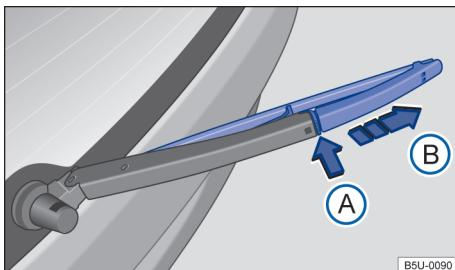

Fig. 106 Substituir a palheta do limpador do vidro traseiro.
- Manter a tecla de destravamento → Fig. 106 ⑤ pressionada e, ao mesmo tempo, retirar a palheta dos limpadores do para-brisa no sentido da seta.
- Retirar a palheta do limpador do vidro traseiro no sentido da seta ⑥.